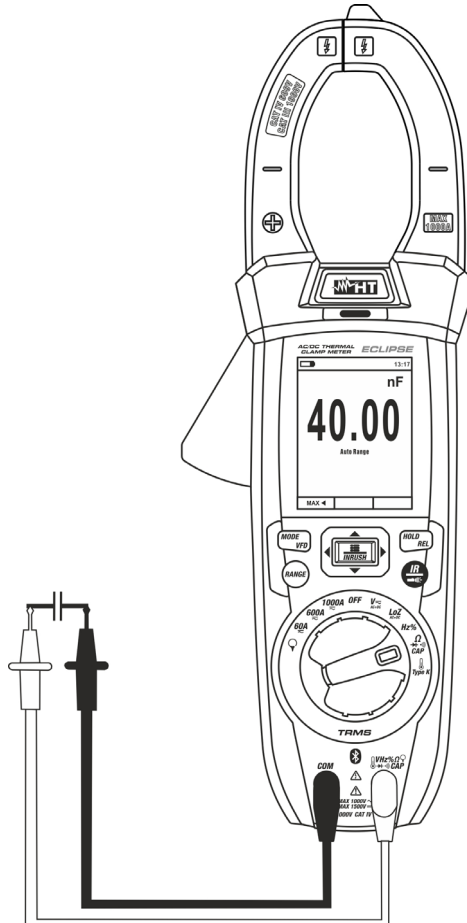

Abb. 29: Verwendung des Gerätes für Kapazitätsmessung
5. Verbinden Sie die Messleitungen mit den beiden Enden des zu messenden Kondensators und dabei achten Sie, wenn nötig, auf die positive (rotes Kabel) und negative (schwarzes Kabel) Polarität (siehe Abb. 29). **Der Wert erscheint im Display. Je nach Kondensator, könnte das Gerät einige Sekunden brauchen, bevor das korrekte Endergebnis angezeigt wird.** Der Bargraph ist bei dieser Funktion nicht aktiv.